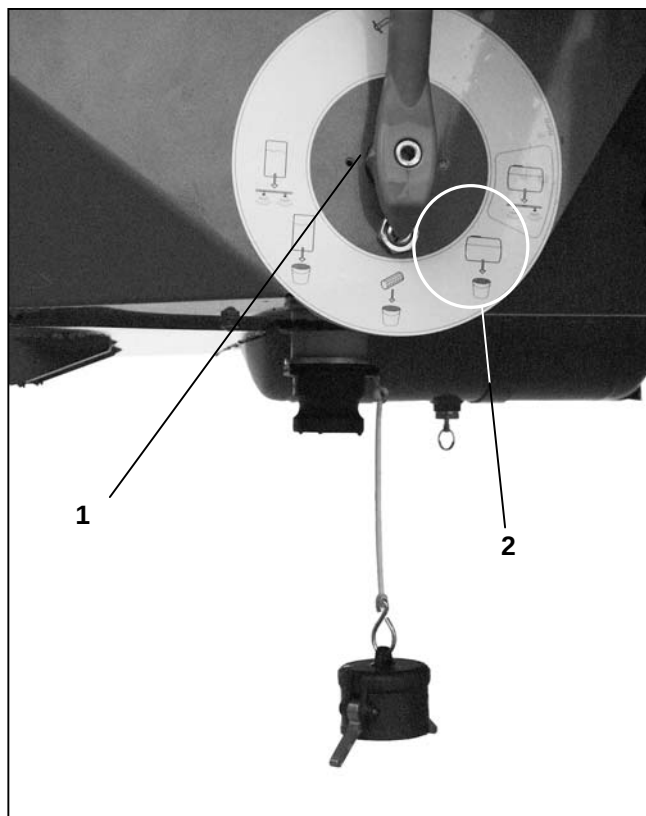
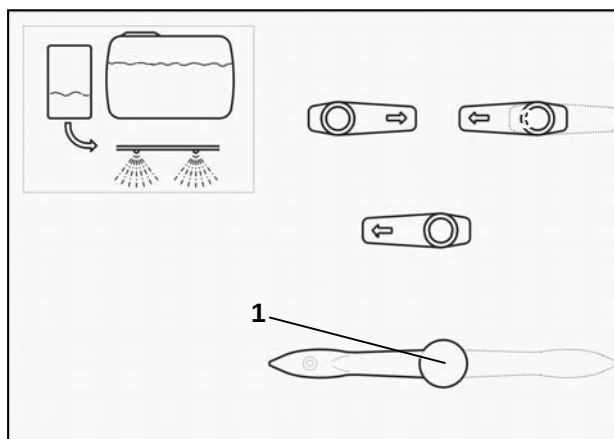

Fig. 7.21
Fig. 7.22
For at tømme den resterende fortyndede restmængde over i dertil egnet beholder skal omskifterhanen (fig. 7.22/1) sættes i "aftapnings" position (fig. 7.21/2).
- Omskifterhanen sættes i "skylle" position (Fig. 7.22).